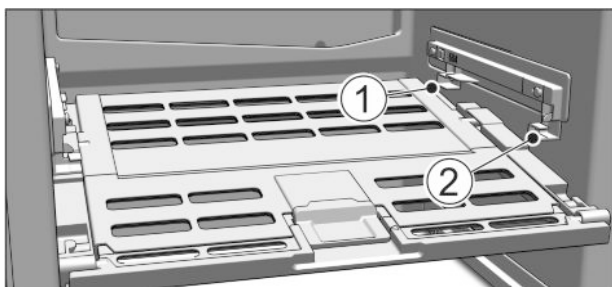

Fig. 10
- ▶ Wkładanie pokrywy Fruit & Vegetable-Safe: Ramiona pokrywy wprowadzić od dołu do tylnego uchwytu Fig. 10 (1) i zazębić z przodu w uchwycie Fig. 10 (2).